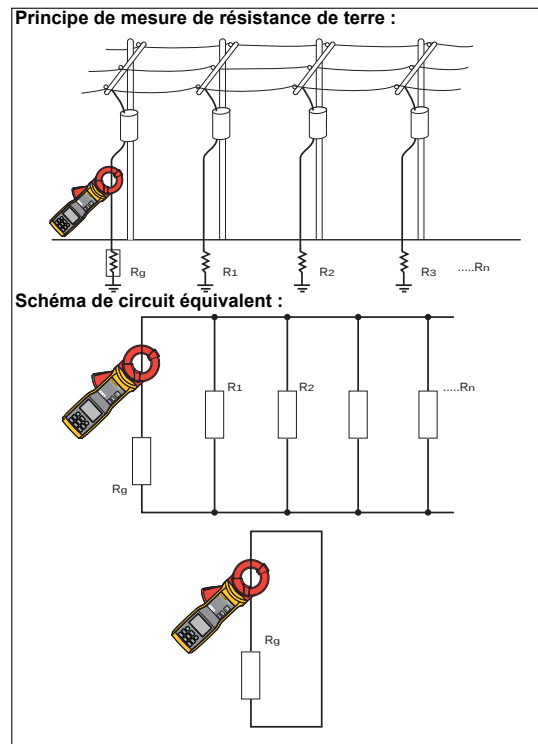

Figure 10. Principes de mesure de résistance de terre
5. Relevez la valeur de R_g (résistance de terre) affichée. La figure 10 illustre les principes des mesures de résistance de terre.